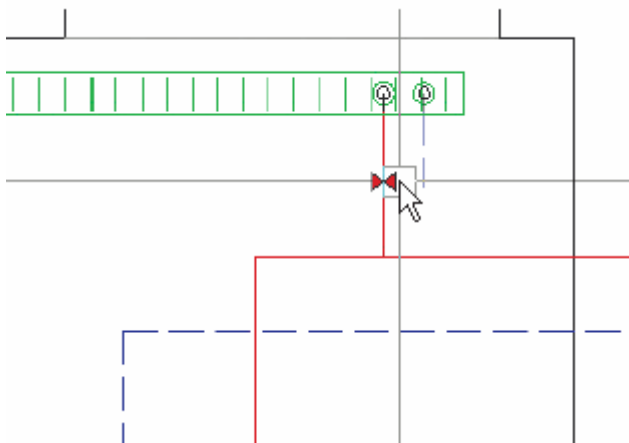

Рис. 3.2-37 Удлинение трубопроводов
11. Трубопровод от второго отопительного прибора можете соединить таким образом, что его удлините. Щелкните кнопку *Enlarge pipes/Удлинить трубопровод*.левой кнопкой мыши сначала выделите трубопровод, до которого желаете удлинить трубопровод, выходящий из отопительного прибора, задание подтвердите щелчком правой кнопки мыши и после этого щелкните левой кнопкой мыши на трубопровод, который желаете удлинить. (Рис. 3.2-37)